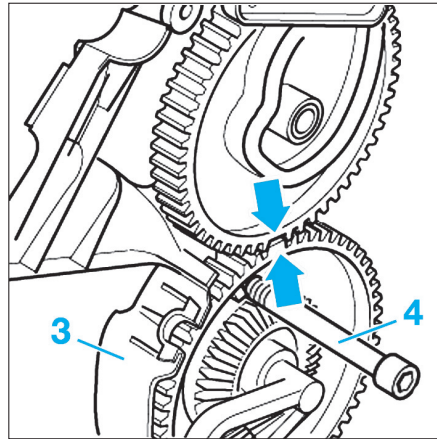

FIG. 35
• Bloquer les pignons de l'unité de positionnement. À cet effet, tourner les pignons jusqu'à ce que les repères (flèches) s'engrènent (Fig.35).